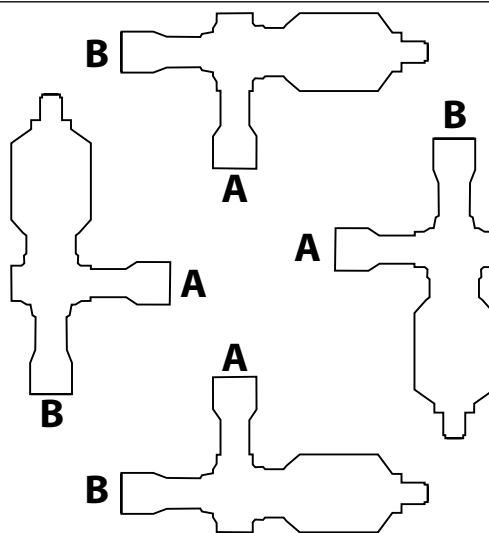

Рис. 3.
- г. Клапан может устанавливаться в любом положении (Смотри РИС.3).
направление потока: A-B (Рис/Fig. 3)